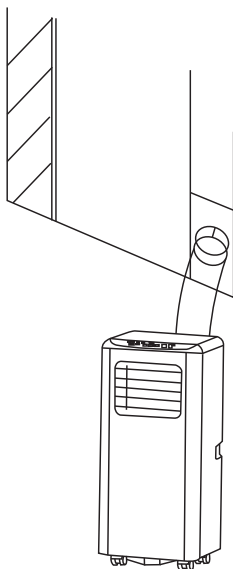

Fig.6
- 2) Som visas i Fig.6 och Fig. 6A, installera frånluftsslagen och justera fönsteröppningen.
- 3) Som visas i Fig. 6, Anslut avloppsslangen väl (endast för användning av värme modellen);;